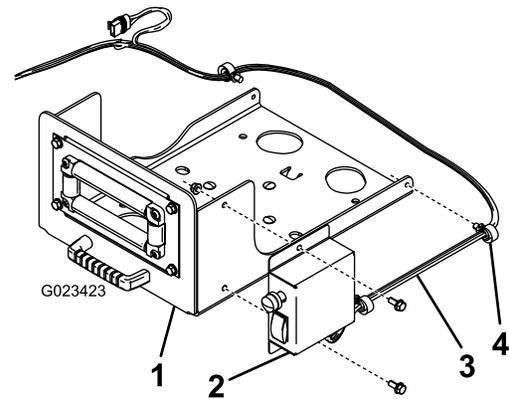

Bild 6
5. Befestigen Sie den Schaltkasten mit zwei Schrauben (5/16") und zwei Bundmuttern (5/16") an der Schwenkplatte, wie in Bild 6 abgebildet.
6. Befestigen Sie den Kabelbaum mit den vorhandenen Clips an den Seiten der Schwenkplatte (Bild 6).